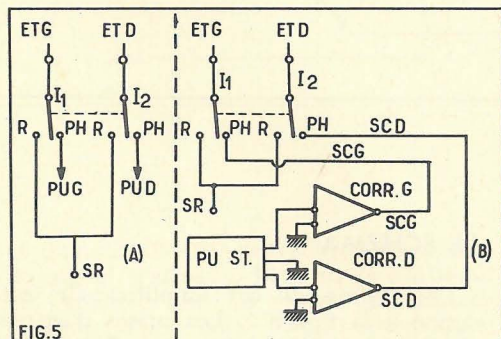

FIG.5
Le montage de commutation est alors donné par la figure 5 (A).
En position radio les correcteurs RIAA devront être éliminés du montage. On pourra alors réaliser un montage de commutation comme celui de la figure 5 (B). Il est facile de voir qu'il suffira d'utiliser, comme précédemment, un commutateur bipolaire I₁-I₂ à deux positions. En position R (radio) les deux entrées des préamplificateurs de tonalité seront connectées ensemble à la sortie SR du récepteur. En position PH (phono, mono ou stéréo) chaque entrée ET.G ou ET.D sera connectée à la sortie correspondante SC.G et SC.D des préamplificateurs correcteurs.